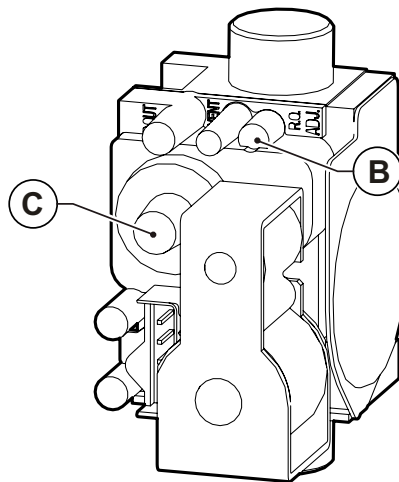

Рис. 36 Регулювання концентрації вуглекислого газу
- Відрегулюйте рівень вмісту вуглекислого газу (CO₂) в димових газах за допомогою відповідного регулятора **В** (дивись Рис. 36 Регулювання концентрації вуглекислого газу) та переконайтеся, що його значення знаходиться у межах, вказаних в Таб. 1 Дані налаштування KR 45 і Таб. 2 Дані налаштування KR 60.
- Відрегулюйте рівень вмісту вуглекислого газу (CO₂) в димових газах, обертаючи гвинт «offset» **С** (дивись Рис. 36 Регулювання концентрації вуглекислого газу) та переконайтеся, що його значення знаходиться у межах, вказаних в Таб. 1 Дані налаштування KR 45 і Таб. 2 Дані налаштування KR 60.